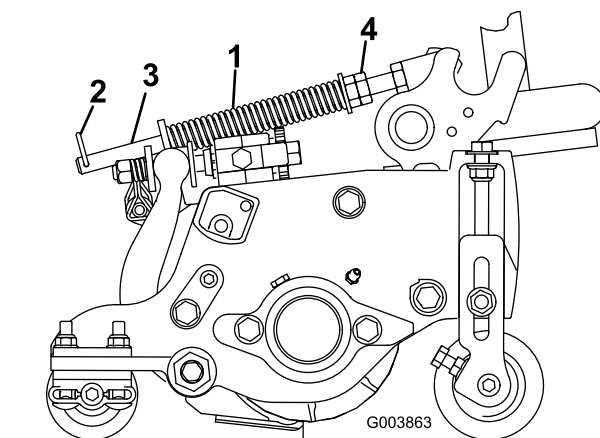

図 14
2. スプリングロッド前部の六角ナットを締め、スプリング圧縮状態の長さが以下の通りになるようにする。リールマスター5410の5インチカッティングユニットでは 12.7cm、リールマスター 5510 との7インチカッティングユニットでは 15.9cm(図 14)を参照。
ターフ補正スプリング(図 14)は、前ローラから後ローラへと、カッティングユニットの体重移動を行います。これにより、マーセリングやポピングと呼ばれる「波打ったような」仕上がりを防いでいます。
1. ヘアピンコッターがスプリングロッドの後の穴に差し込まれていることを必ず確認しおいてください(図 14)。